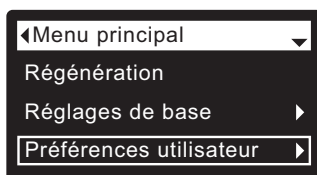

FIG. 55
1. À partir d'un écran d'état dynamique, appuyez sur le SÉLECTEUR (O) pour afficher le **Menu principal**.
2. Appuyez sur le bouton BAS (▼) pour faire défiler les options du menu et mettre en évidence **Préférences utilisateur** (cf. Figure 55).